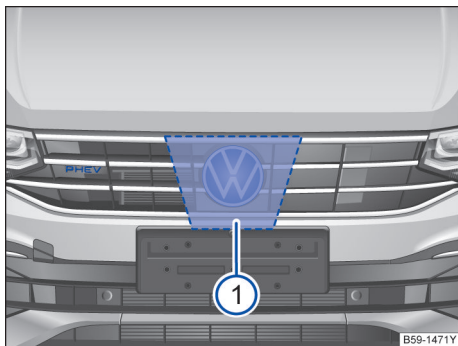

图 118 雷达传感器
VW 标志后方的散热器格栅内安装了一颗雷达传感器→图 118 ①，用于监测交通状况，可探测距本车约 100m 范围内的前方车辆行驶状况。